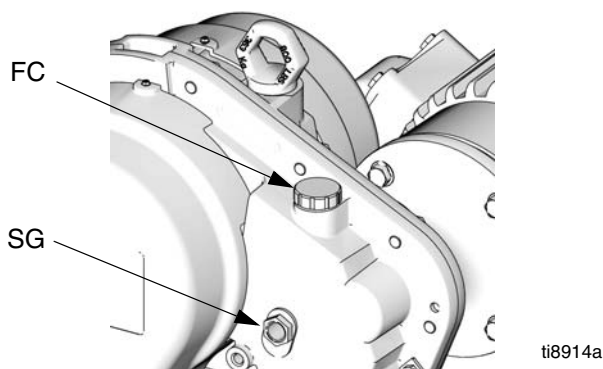

FIG. 8. Llenado de aceite
Todos los días, verifique el nivel de aceite en la mirilla (SG) del reductor de engranajes, con el motor en funcionamiento. El nivel de aceite (con el motor en funcionamiento) debería estar entre las partes superior e inferior de la mirilla (SG). Abra la tapa de llenado (FC) y llene el depósito de aceite del reductor de engranajes como sea necesario con aceite Graco 288414 (el paquete incluye doce botellas de 0,9 l [1 cuarto de galón]). No llene en exceso. Vea la FIG. 8.